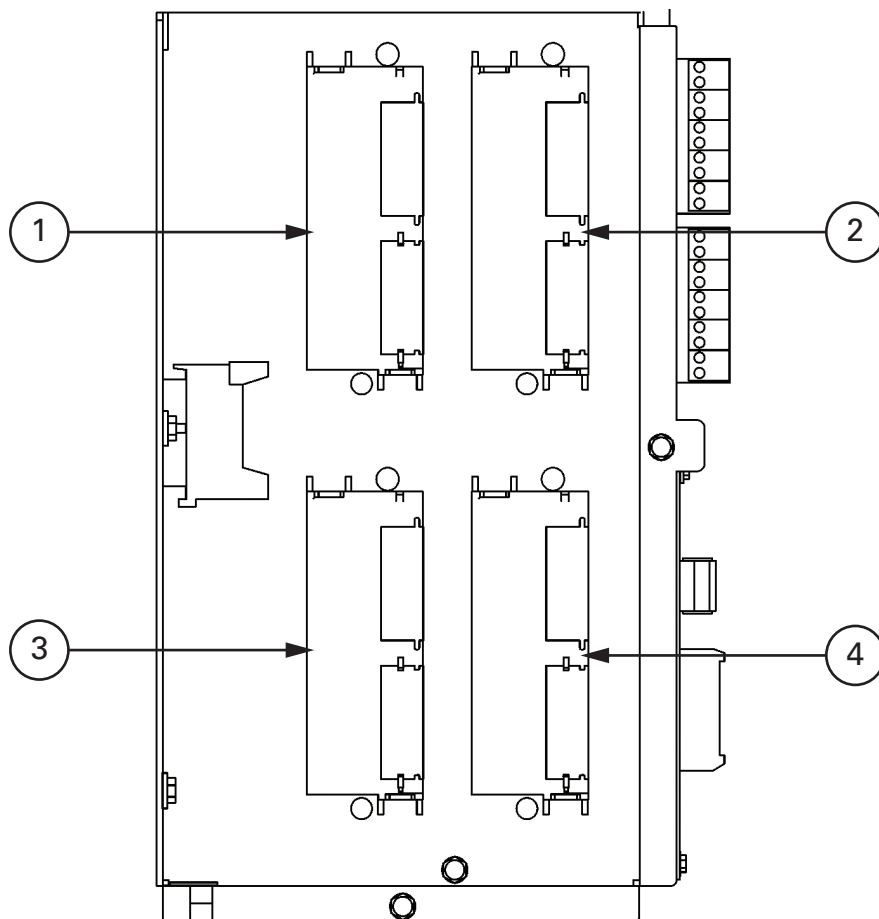

Рис. 4-11. Коммуникационные разъемы X-Slot
Коммуникационные разъемы X-Slot представлены на Рис. 4-11.
5. Проведите и подключите линию LAN, телефонную линию и другие кабели к соответствующим картам X-Slot. Расположение X-Slot см. на Рис. 4-8 на стр. 44 и Рис. 4-11.
11. Расположение соответствующих клемм, а также требования по проводке и ее подключению см. на Табл. 4-1 на стр. 48, и с Рис. 4-7 по Рис. 4-11.
6. Установите карту HotSync CAN Bridge в открытый коммуникационный разъем X-Slot в передней части ИБП. Расположение коммуникационных разъемов X-Slot см. на Рис. 4-7 на стр. 43 и Рис. 4-11 на стр. 50.
6. Расположение соответствующих клемм, а также требования по проводке и ее подключению см. на Разд. 3.2.3 на стр. 24, Табл. 4-1 на стр. 48, и с Рис. 4-7 на стр. 43 по Рис. 4-11.